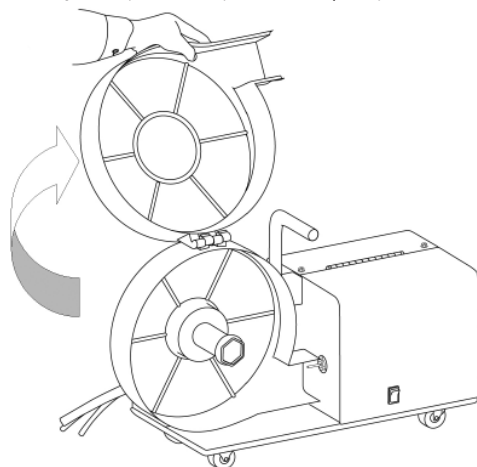

Рис. 12.0.1. Открытие дверцы защитного кожуха.
1. Откройте защитный кожух сварочной проволоки (См. рис. 12.0.1).